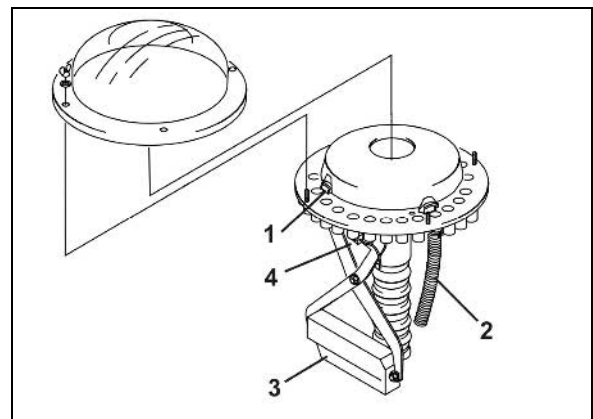

Fig. 48
- sperrt die Fahrgassenschaltung am Verteilerkopf über Schieber (Fig. 48/1) die Saatgut-Zuteilung zu den Saatgutleitungen (Fig. 48/2) der Fahrgassenschare
Die Saatgutzufuhr zu den Fahrgassenscharen wird unterbrochen, sobald der Elektromotor (Fig. 48/3) die entsprechenden Saatleitungsrohre (Fig. 48/2) im Verteilerkopf verschließt.
Ein Sensor (Fig. 48/4) prüft, ob die Schieber (Fig. 48/1), die die Saatleitungsrohre (Fig. 48/2) öffnen und schließen, ordnungsgemäß arbeiten.